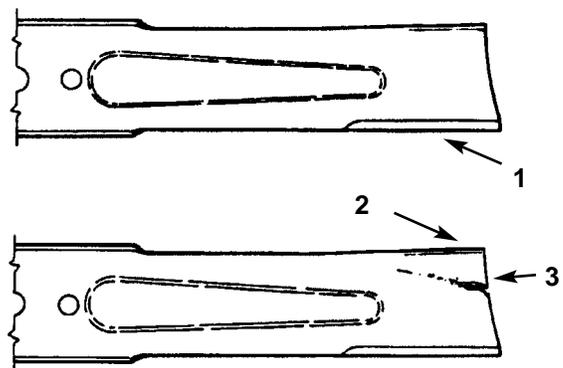
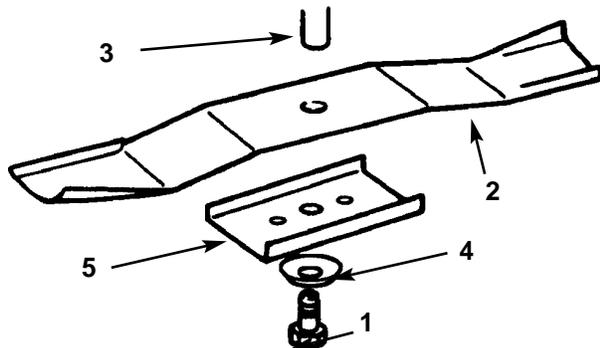

Bild 34
Bild 35
- Die Schnittkanten untersuchen (Bild 34). Wenn die Kanten stumpf geworden sind oder Auskerbungen aufweisen, den/die Messerbalken entfernen und schärfen; siehe *Schärfen des/der Messerbalken(s)*.
- Den/die Messerbalken kontrollieren, besonders den geformten Bereich (Bild 35). Wenn Sie irgendwelche Defekte, Anzeichen von Abnutzung oder Bildung von Langlöchern in diesem Bereich feststellen (Bild 34), sofort einen neuen Messerbalken montieren.
- Die Schraube (5/8" Maulschlüssel), Wellenscheibe und das Messer entfernen (Bild 35). Zwischen Messer und Mäher kann ein Holzklotz eingeklemmt werden, um das Messer zu sperren, wenn die Schraube entfernt wird.
- Messerbalken, Halteblech, Konkavscheibe (konkave Seite zum Messerbalken) und die Messerbalkenschraube montieren (Bild 35).